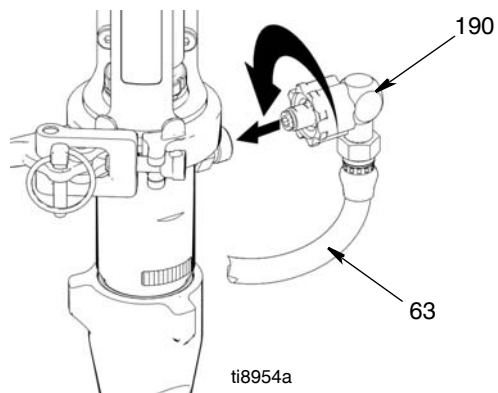

Рис. 26
7. (Рис. 26) Откройте хомут и совместите выпускное отверстие насоса со шланговым фитингом (190). Установите фитинг шланга для краски (190) и шланг для краски (63) для подсоединения насоса, закройте хомут.